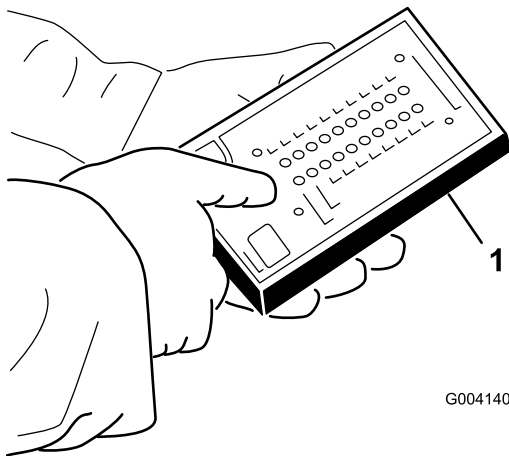

図 22
4. 故障診断 ACE ディスプレイを打ちのコネクタを診断用コネクタに接続する (図 22)。